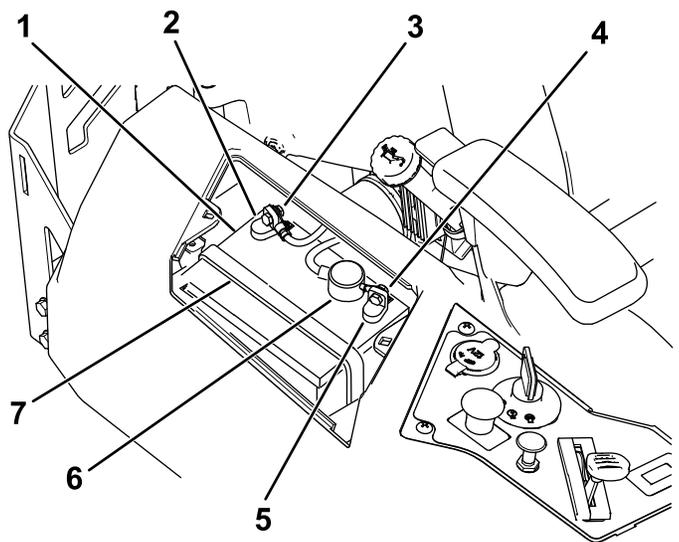

Figura 53
- Desconecte el cable negativo de tierra (negro) del borne de la batería (Figura 53).
- Desconecte el cable positivo (rojo) del borne de la batería (Figura 53).
- Retire la correa de sujeción de la batería (Figura 53) y levante la batería para retirarla de su bandeja.
1. Coloque la batería en la bandeja (Figura 53).
5. Fije la batería con la correa de sujeción (Figura 53).